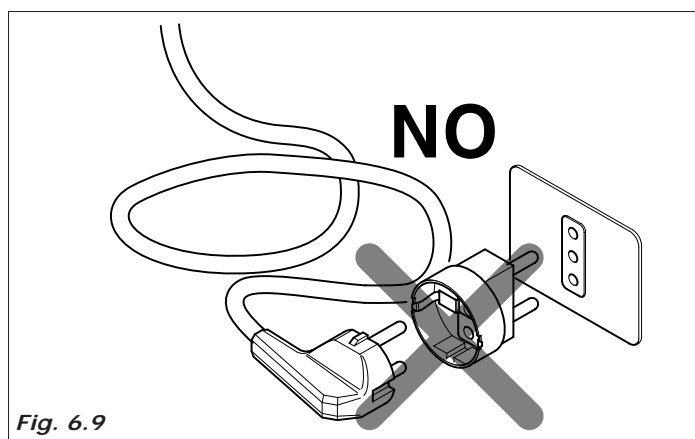

Fig. 6.9
- As tomadas não compatíveis com a do aparelho devem ser substituídas (Fig. 6.9).